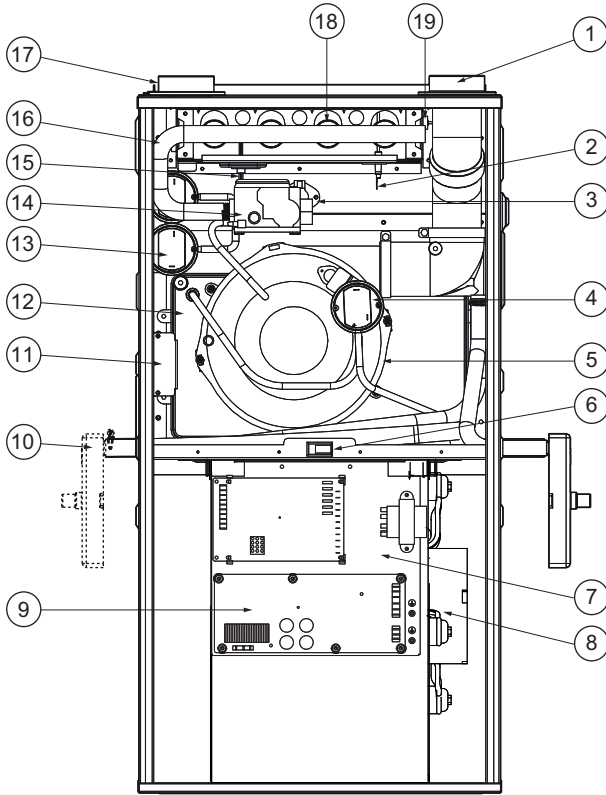

Fig. 14-1 Identification des composants
- Les pièces sont disponibles auprès de votre distributeur. (Voir Fig.14-1)